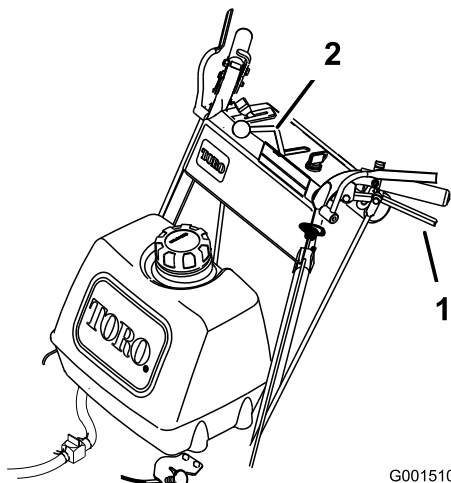

Figura 13
4. Suelte lentamente las palancas de avance para desplazarse hacia adelante (Figura 13).
Para ir en línea recta, suelte las dos palancas uniformemente (Figura 13).
Para girar, apriete la palanca de avance del lado hacia el que desea girar (Figura 13).
Desde punto muerto, apriete lentamente las palancas de avance para desplazarse hacia atrás (Figura 13).